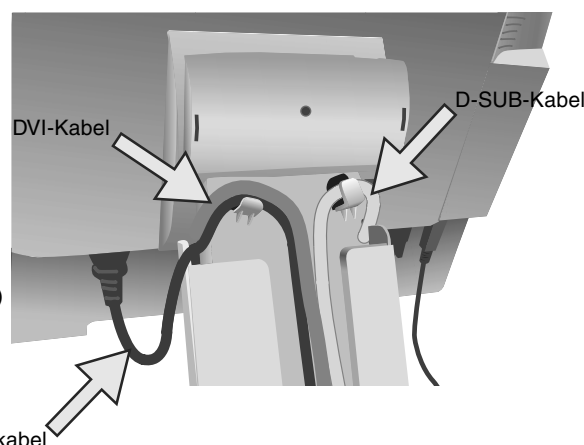

Abbildung C.2
5. Führen Sie das Netzkabel durch die in **Abbildung C.2** angegebenen Halterungen.
6. Führen Sie das D-Sub-Signalkabel durch die in **Abbildung C.2** angegebenen Halterungen.
7. Führen Sie das DVI-Kabel durch die in **Abbildung C.2** angegebenen Halterungen.